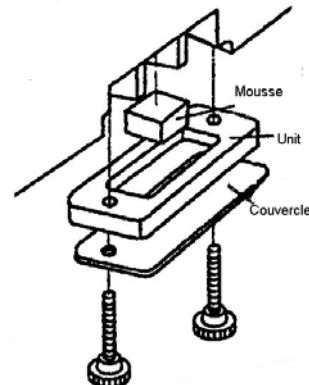

Fig : 6-3 Nettoyage collecteur d'huile instruments
- 5 Nettoyage du collecteur des retours d'huile de graissage des instruments (fig 6-3).